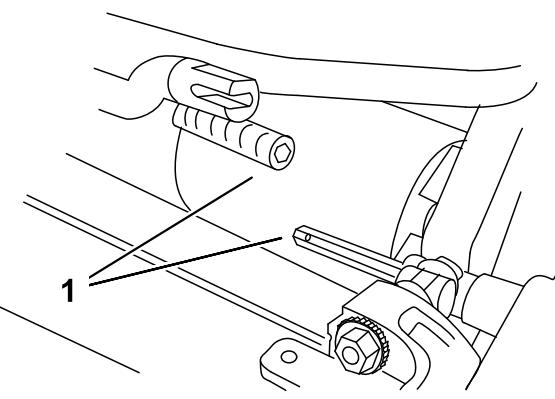

図4
3. カッティングユニットをトラクションユニットの下に押し込み、次に左に押してトランスマッisionのカップリングに接続する図4。